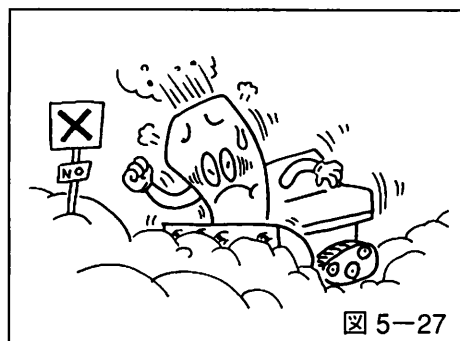

図 5-27
- 機械に一時的に負荷が大きくなりますから、変速レバーを「中立」の位置にすることによって負荷を取り除いてから作業を続けてください。(図5-27参照)